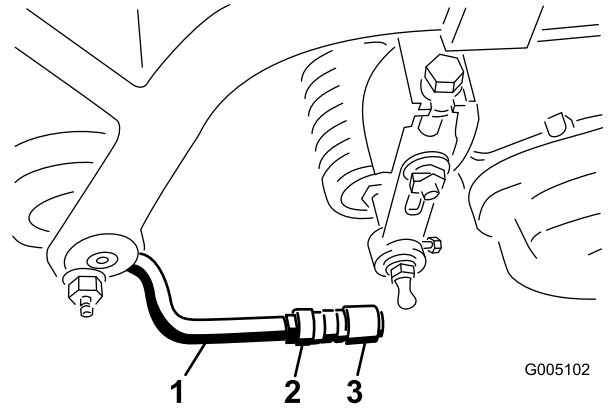

Bild 13
6. Richten Sie die Innensechskante der Kugelgelenke so aus, dass die offene Seite des Sechskants in Richtung Kugelbolzen zentriert ist. Ziehen Sie die Klemmmuttern fest, um die Innensechskante zu arretieren (Bild 13).